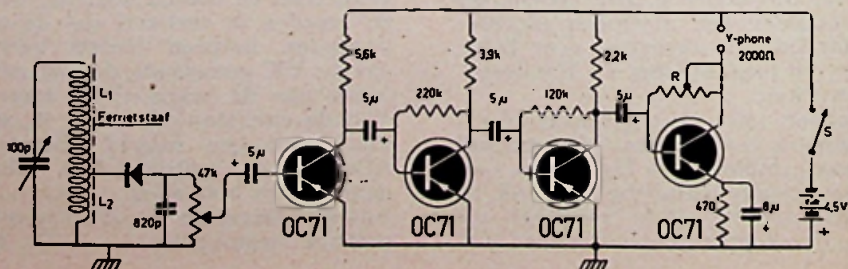

Fig. 1
Het beste kunnen we daarom de basisweerstand van de eindtransistor maar op het gehoor bepalen. We kiezen die weerstand, waarbij maximaal onvervormd geluid optreedt. In fig. 1 is deze weerstand variabel getekend (R).²⁾